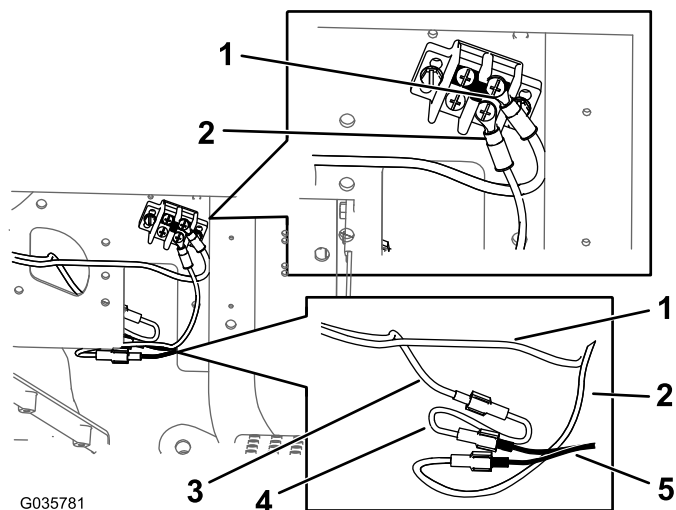

Рисунок 14
- С. Подсоедините круглую клемму жгута проводки и жгут проводки переходника заземления к блоку заземления (Рисунок 14).
- Д. Подсоедините жгут проводки переходника электропитания к жгуту проводки (Рисунок 14).